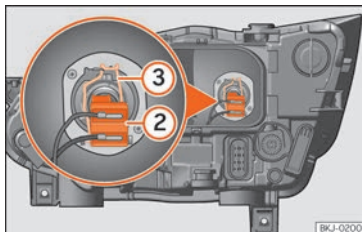

Fig. 105 Nel vano motore: lampadina degli anabbaglianti.
- Estrarre il connettore della lampadina » **fig. 105** ②.
- Sganciare la molla di ritegno » **fig. 105** ③ premendo verso l'interno e a destra.